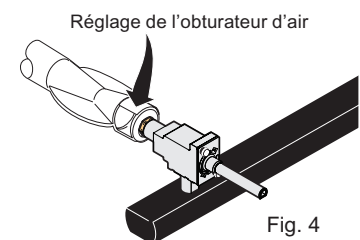

Fig. 4
1. Le réglage de l'obturateur d'air pour chacun des 4 brûleurs de surface se situe au niveau de l'extrémité ouverte du tube venturi, près du gicleur de la soupape de gaz (fig. 4). Si l'obturateur d'air doit être réglé, tournez-le pour permettre d'ajuster le débit d'air qui entre dans le tuyau du brûleur. Si le débit d'air est réglé de façon appropriée, la flamme sera constante, relativement silencieuse et aura un cône d'un bleu vif d'environ 1,3 cm (1/2 po) (il s'agit généralement du réglage central de l'obturateur d'air). Si la flamme est de couleur jaune, agrandissez l'ouverture de l'obturateur d'air. Si la flamme est d'un bleu franc, mais qu'elle s'éloigne du brûleur, réduisez l'ouverture de l'obturateur d'air.